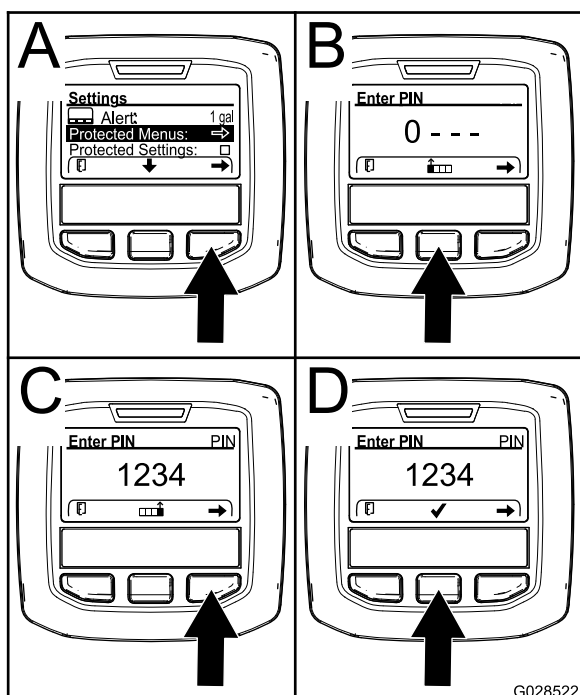

Figura 16
2. No menu de DEFINIÇÕES, utilize o botão central para ir até ao menu PROTEGIDO e prima o botão direito (Figura 16).